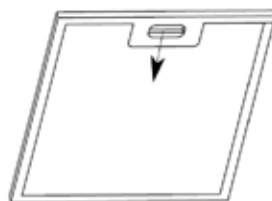

Fig. 42
- Retirar um filtro de cada vez, segurando por baixo com uma das mãos e puxando a trava em direção à parte posterior da coifa ou do filtro (fig. 42).